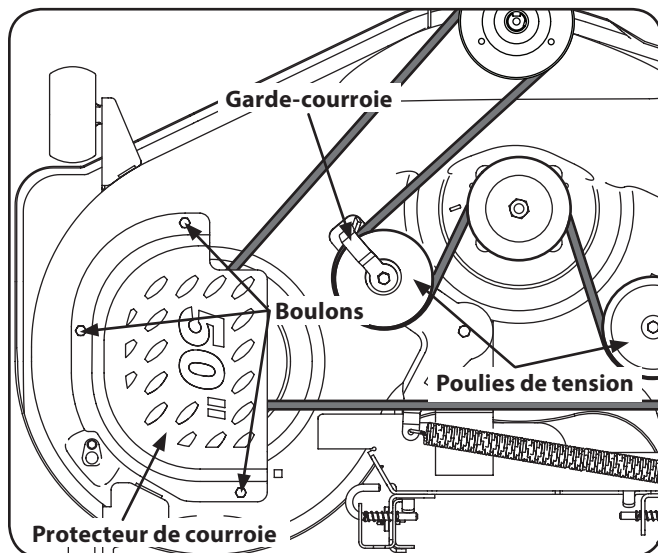

Figure 7-7
2. Enlevez les protecteurs de courroie en retirant les boulons qui les fixent au plateau de coupe. Voir Figure 7-7.